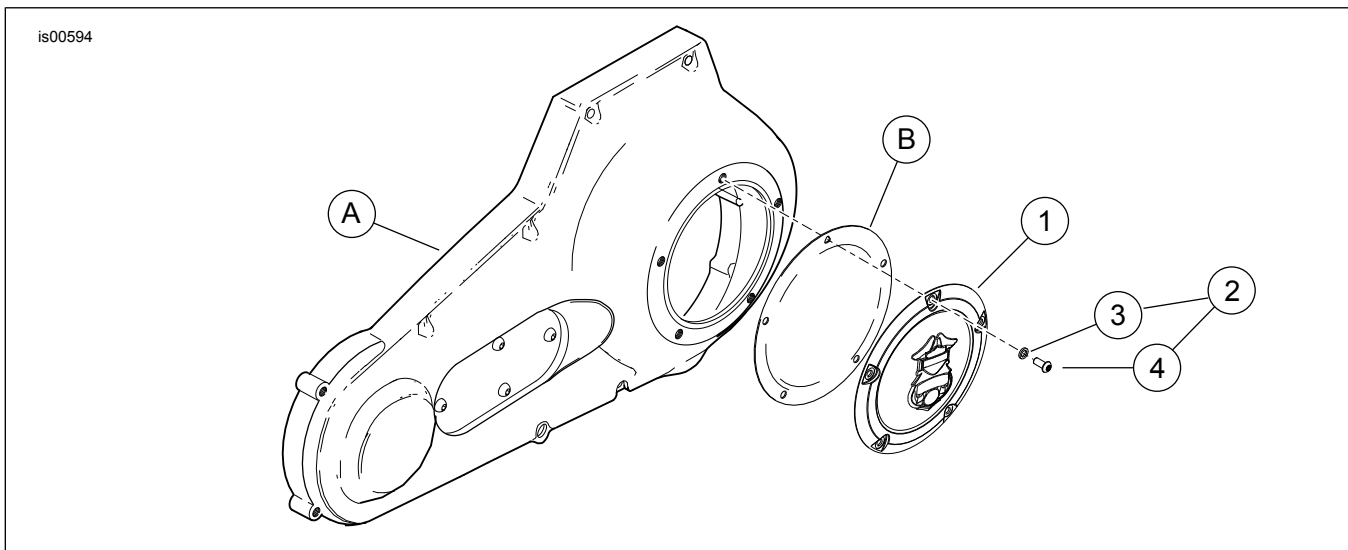

Figura 2. Coperchio di accesso alla frizione in alluminio lavorato cromato
Vedere Figura 2 e Tabella 1.
- b. Vedere Figura 2. Collocare una rondella (3) sulle filettature di una delle **nuove** viti (4). Inserire le filettature nel foro superiore sul coperchio di accesso e avvitare attentamente a fondo la vite attraverso il foro triangolare sulla guarnizione. Non spingere la vite nel foro.